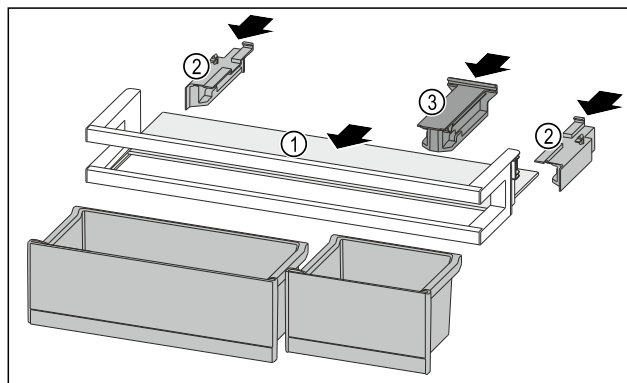

Fig. 140
- ▶ Вдвиньте съемную полку Fig. 140 (1) в боковые пазы.
- ▶ Установите боковые части Fig. 140 (2).
- ▶ Смонтируйте крепление Fig. 140 (3).